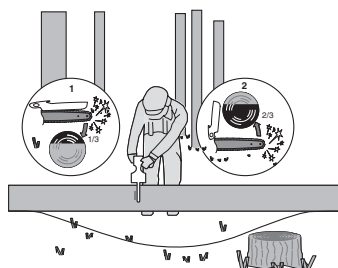

Figura 4
Dacă bușteanul se sprijină pe ambele capete, vezi figura 4, tăiați de sus $1/3$ din diametru (1). Finalizați debitarea printr-o tăiere de jos în sus a diametrului rămas (cele $2/3$ rămase) (2), având grijă să întâlniți tăietura de sus.